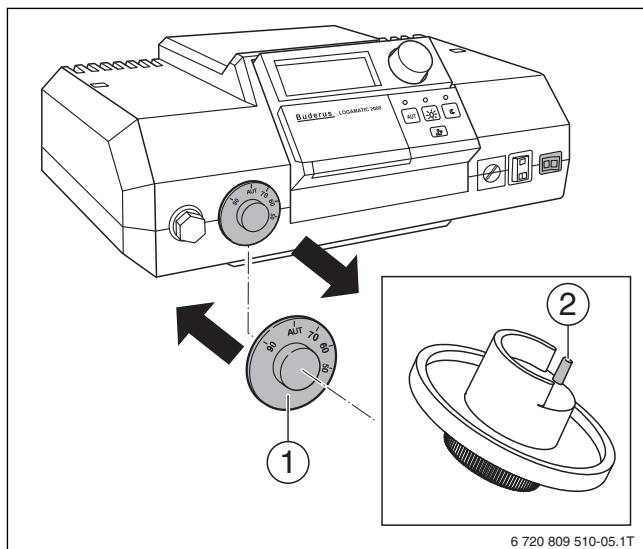

Рис. 23 Замена ручки регулятора температуры котловой воды
▶ Установите на регулятор температуры котловой воды (→ рис. 23, [1]) новую ручку со штифтом [2].